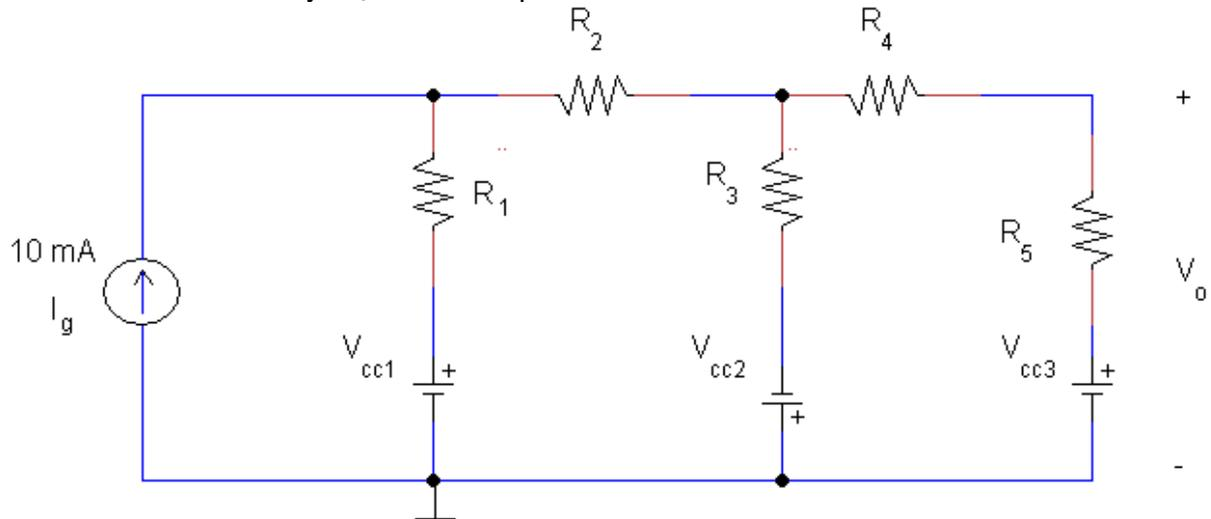

Figura P2.1.
2. Dado el circuito de la Figura P2.1, con  $V_{cc1} = 15\text{ V}$ ,  $V_{cc2} = V_{cc3} = 5\text{ V}$ ,  $R_1 = R_3 = R_4 = 1\text{ k}\Omega$ ,  $R_2=100\ \Omega$  y  $R_5=5,6\text{ k}\Omega$  se pide:
**Resolución PRÁCTICA: Medida de tensiones sobre el circuito.** Vamos a comprobar el efecto de las fuente de tensión  $V_{cc1}$ ,  $V_{cc2}$  y  $V_{cc3}$  sobre el circuito. Por ello hay que montar el circuito de la Figura P2.1, pero sin la fuente de corriente, tal y como indica la Figura P2.2. En esta figura, como las fuentes de tensión tienen que tener su terminal negativo a tierra, le hemos pegado la vuelta a  $V_{cc2}$ , lo cual es equivalente a cambiar su signo.